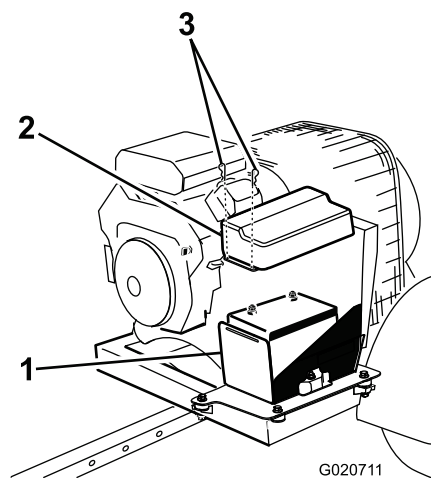

Figure 3
1. Détachez les clips qui retiennent le couvercle de batterie sur le compartiment de batterie (Figure 3). Déposez le couvercle du compartiment.